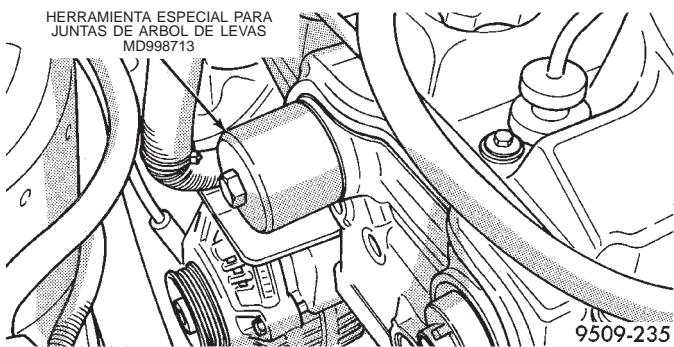

Fig. 64 Instalación de las juntas de árbol de levas
(1) Instale la junta del árbol de levas en la culata de cilindros con la Herramienta especial MD 998713 hasta que quede al ras con la culata (Fig. 64).
(2) Instale la tapa de la correa de distribución.
(3) Instale las ruedas dentadas de los árboles de levas y apriete los pernos de fijación con una torsión de 101 N·m (75 lbs. pie).
(4) Instale la tapa de la correa de distribución, la correa de distribución y la tapa de la correa de distribución delantera.